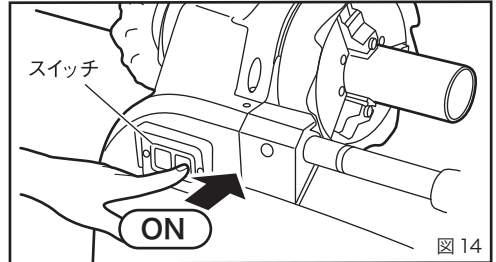
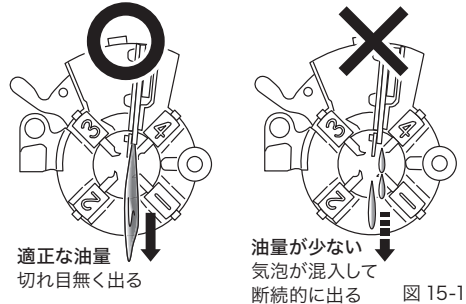

図 14
図 15-1
8. 作業前の点検 (図 14、15)
- ① 本体のスイッチを ON にし、主軸を回転させてください。
- ② ダイヘッドから出るねじ切り油が適正な量であることを確認してください。(図 15-1)